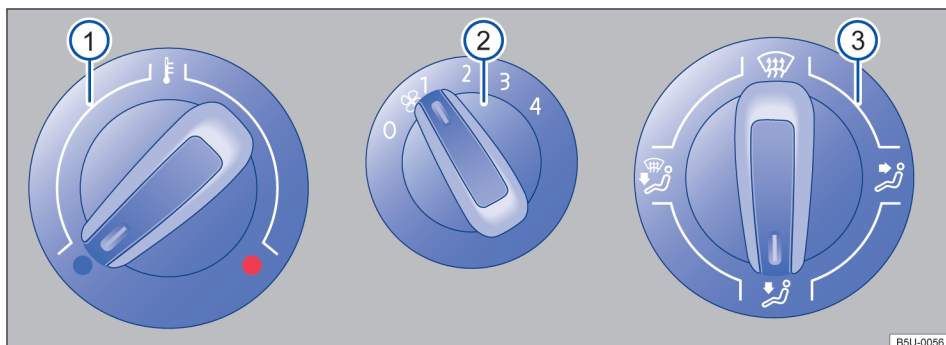
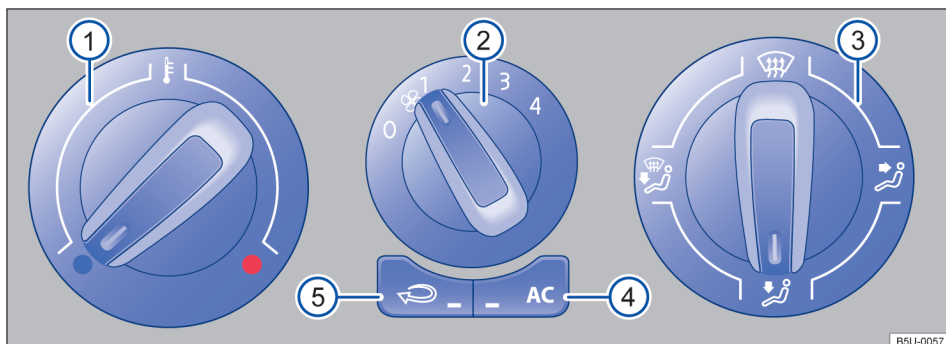

Fig. 76 No console central: comandos do sistema de ventilação e aquecimento.
Fig. 77 No console central: comandos do ar-condicionado.
Botão, regulador	Informações complementares do sistema de ventilação e aquecimento → Fig. 76 e ar-condicionado → Fig. 77.
- Em veículos com sistema de aquecimento, colocar o regulador da temperatura → Fig. 76 ❶ totalmente para a direita, para a posição máxima de aquecimento.
- Colocar o regulador de distribuição de ar ❸ na posição 🌀.
- Colocar o ventilador ❷ no nível 3 ou 4.
- Colocar o regulador da distribuição de ar → Fig. 77 ❸ para a posição , nesta posição o modo de recirculação de ar não pode ser acionado.
- Colocar o regulador da temperatura ❶ na posição desejada.